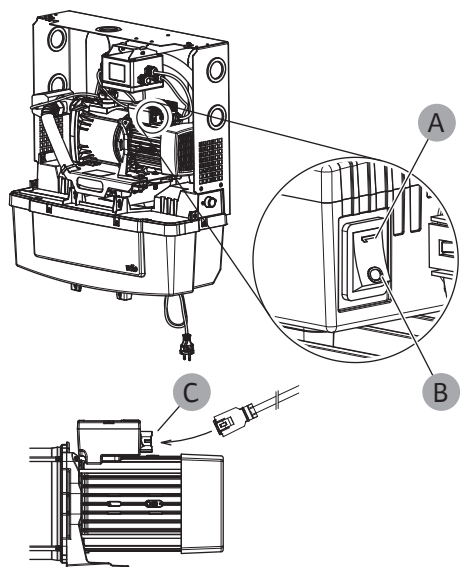

Fig. 23: Zapínač/vypínač a pripojenie na napájanie
4. Skontrolujte, či je zapínač/vypínač čerpadla prepnutý do polohy ZAP (Fig. 23 – A).
5. Skontrolujte, či je správne pripojená zástrčka na napájanie motora (Fig. 23 – C).